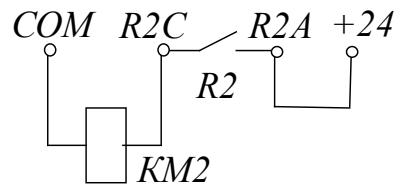

Рис. 7.10
- OCC, [Output cont.] – управление выходным контактором (контакт включается последовательно с катушкой контактора, см. рис. 7.10);